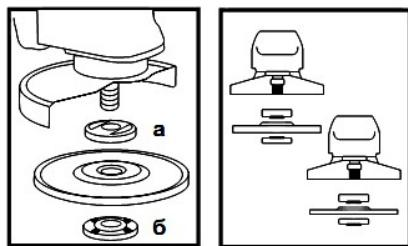

Рисунок 2
4.4 Встановіть на виріб шліфувальний або відрізний круг. Для цього натисніть на кнопку фіксації шпинделя (1) і проверніть його до такого положення, при якому він зафіксується. За допомогою вилючного ключа з комплекту виробу відверніть і зніміть затисну гайку (б) (дивіться рисунок 2).
Встановіть шліфувальний диск на посадкове місце фланцевої шайби (а) (рисунок 2), наживіть рукою затисну гайку на шпиндель і затягніть її ключем з комплекту приладу. Відпустіть кнопку фіксації шпинделя і переконайтесь в тому, що кнопка звільнена, через дво- або триразове натискання. Проверніть диск і певніться, що шпиндель розблокований.